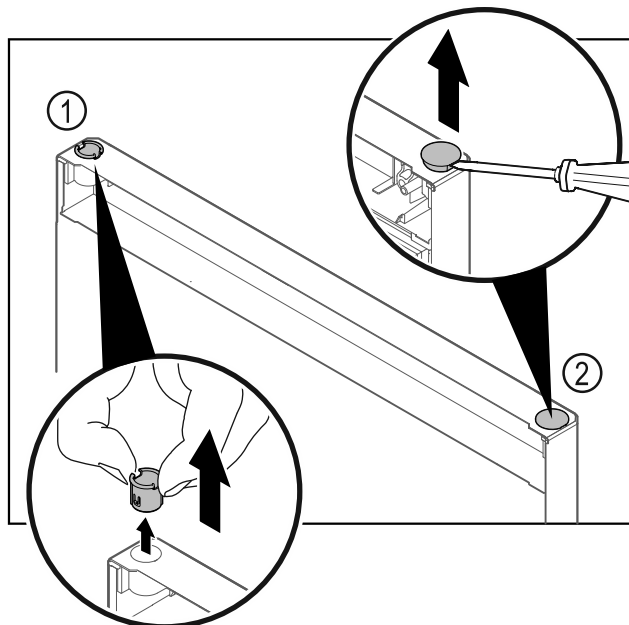

Fig. 21 Vrata hladilnika
- ▶ Pušo tečaja Fig. 21 (1) snemite s prsti.
- ▶ S ploščatim izvijačem previdno dvignite krovni čep Fig. 21 (2) in ga izvlecite.